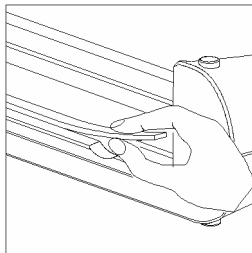

Bild 6
- 2 Entnehmen Sie nun an der anderen Seite der Führungsschiene die Schneideleiste aus ihrer Nut. Hierfür sind extra zu beiden Seiten der Führungsschiene Vertiefungen vorhanden (Bild 6).